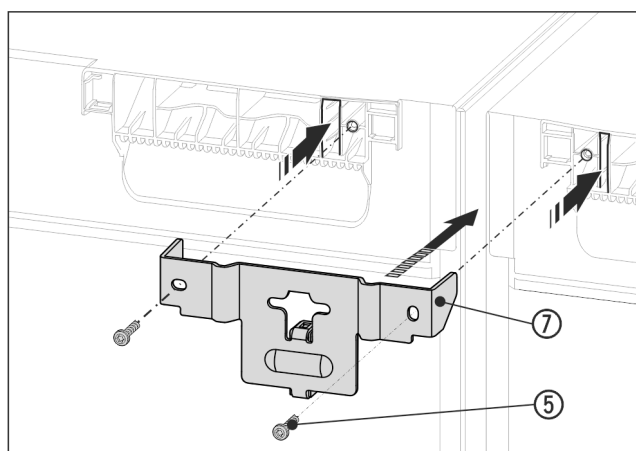

Fig. 15 Näitlik kujutis
- ▶ Lükake nurgik Fig. 15 (7) koos distantsdetailiga seadmete vahele ja aasadega seadmelaie sisse. Kruvige 2 kruviga Fig. 15 (5) kinni.